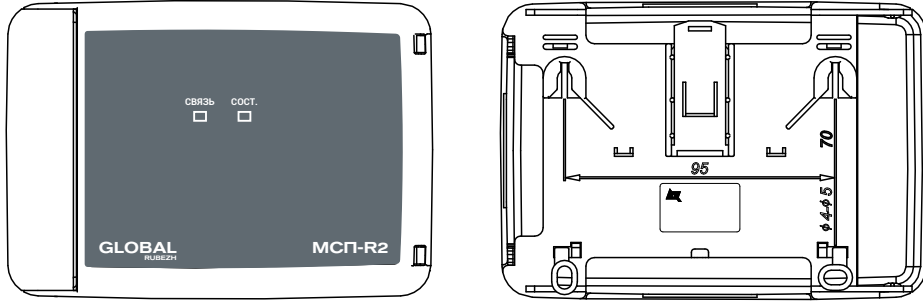

Рисунок 1
5.1 Модуль конструктивно выполнен в пластмассовом корпусе. Корпус состоит из двух частей – основания и крышки. Крышка имеет окна для индикаторов СВЯЗЬ и СОСТ., расположенных на плате (рисунок 1). Крышка откидная, фиксируется на основании с помощью двух замков.